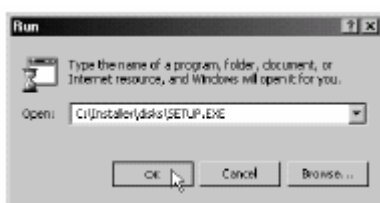

Figura 2-18. Ejecutar Modem-TPS
1. En su ordenador, haga clic en **Inicio►Ejecutar** para abrir la caja de diálogo **Ejecutar**. Haga clic en el botón **Examinar** para buscar el programa Modem-TPS “setup.exe”, y haga clic en **OK** (Figura 2-18).